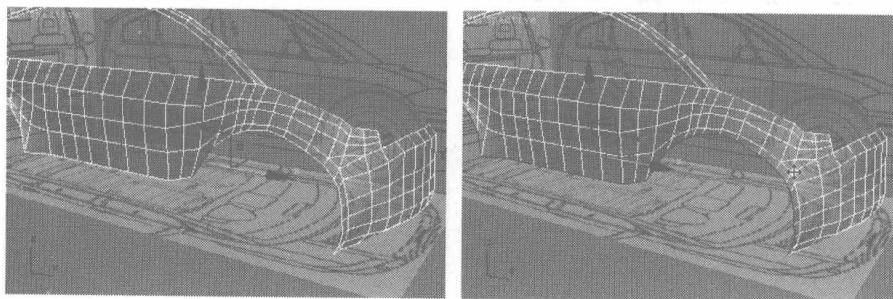
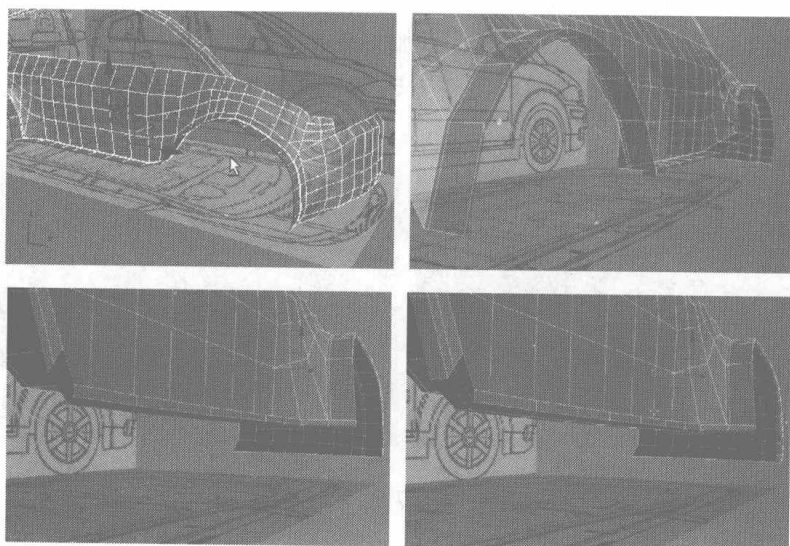

图 7.60
图 7.61
- 26** 选择车身下方的曲线, 单击 **Loop** 按钮, 选择和该曲线同一环的曲线, 如图 7.60 所示。对照图 7.61 中的位置, 在按住 **Shift** 键的同时, 连续 4 次移动复制出新的面。